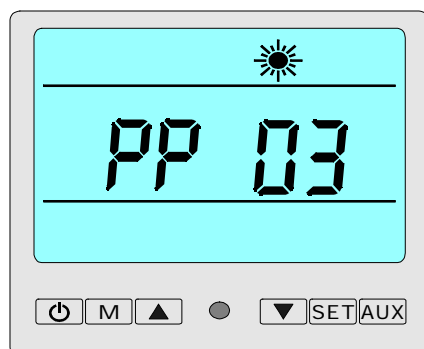

Figure 3-17
- Si le capteur de température est en court circuit ou circuit ouvert, il est jugé en panne. La PAC passe en mode dégivrage. Le message PP 03 est affiché (voir figure 3-17).